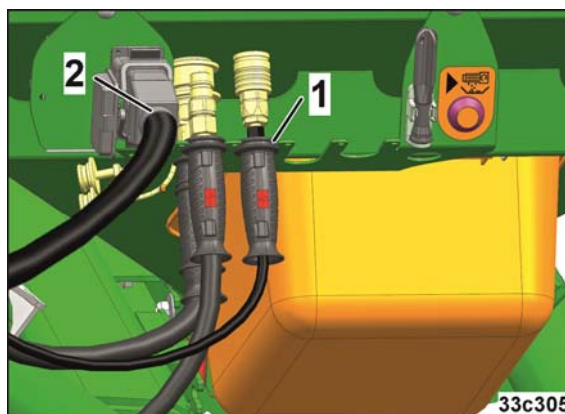

Fig. 45
- o Conduite flexible hydrauliques (Fig. 45/1, voir chap. « Débranchement des conduites hydrauliques », en page 64)
- o Position de stationnement câble de données (Fig. 45/2)